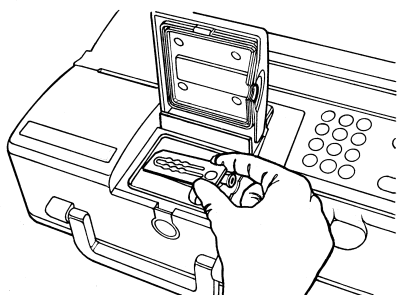

Fig. 4-6 Inserción del Casete
11. Inserte el casete en la cámara. Oprímalo firmemente hacia abajo para asentarlos adecuadamente. (Fig. 4-6).